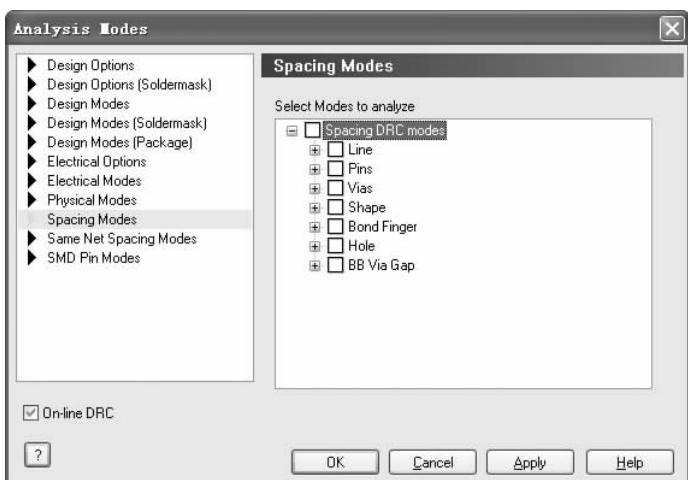
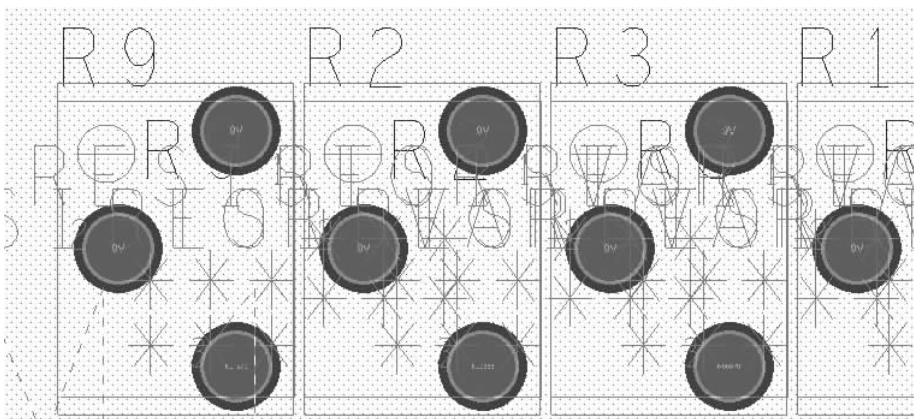

图 12-136 “Analysis Model (分析模型)” 对话框
图 12-137 清除 DRC 标记
1) 选择菜单栏中的“Setup（设置）”→“Constraints（约束）”→“Model（模型）”命令，弹出“Analysis Model（分析模型）”对话框，选择“Space Model”选项，取消勾选“Spacing DRC model”复选框，如图12-136所示。然后单击 按钮，完成设置。在途中不显示该DRC标记，如图12-137所示。